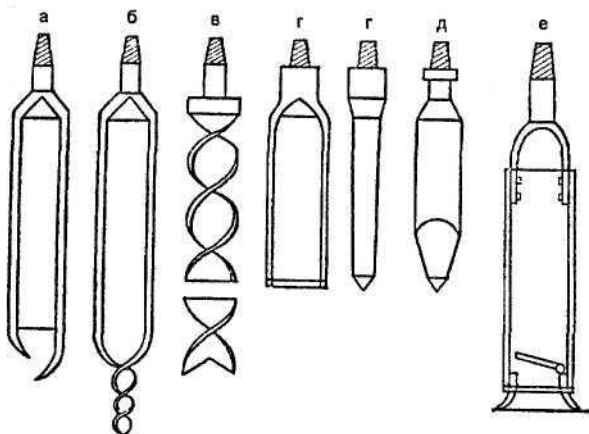

Рис. 8. Инструменты для бурения:
Бурение скважины выполняют с помощью бура или специального бурового инструмента. Буровой инструмент имеет разные названия, диаметр и массу. Применяют его для бурения различных пород путем вращения или долбления, т.е. нанесения по породе сильных ударов инструментом, насаженным на штангу (рис. 8).
- *Буровые ложки (рис. 8а)* применяют для бурения скважин преимущественно в устойчивых
легких породах: чистых, влажных песках, глинистых песках, песках с мелким гравием, суглинках и песчанистых глинах. Ложки изготавливают из листовой стали или стальных труб с обязательной термообработкой. Корпуса ложек изготавливают диаметром 70, 102, 140, 198 мм и длиной 700-750 мм. Эти ложки предназначены для обсадных труб с внутренним диаметром 78, 115, 155 и 205 мм. В основном используют ложки с лезвием и змеевиком. При работе ложки с лезвием и двумя заостренными резцами требуется нажим определенной силы, чтобы она врезалась в породу и срезала ее. Ложка со змеевиком на конце (рис. 8 б) облегчает бурение, так как нажимать на нее во время работы почти не требуется, поскольку змеевик ввертывается в грунт и тянет за собой ложку.
Змеевик (спиральный бур) (рис. 8 в) применяют для бурения скважин в глинах и суглинках с содержанием некоторого количества гравия. Он состоит из головки с конусообразной резьбой и нескольких спиральных витков, оканчивающихся в нижней части лезвием. Шаг спирали принимают, как правило, равным диаметру змеевика. Изготавливают из полосовой стали нужной марки и вязкости. Закаливают змеевик на высоту спирали. Перекаленный металл непригоден, так как при бурении он может сломаться и удалить его из скважины практически невозможно.
• *Долота* (рис. 8 г, д) применяют для ударного бурения. Они подразделяются на зубильные,
• *Желонки* (рис. 8 е) бывают простые и поршневые. Желонки служат для извлечения из скважины пробуренной ударным способом породы, а также для бурения сыпучих и рыхлых пород. Корпус желонки изготовляют из трубы длиной 2-3 м. Вверху имеется резьба для крепления к штанге или серьга для крепления к канату, внизу — стальной башмак с клапаном. Нижнюю часть башмака делают острой, диаметром на 4-8 мм больше наружного диаметра корпуса желонки.